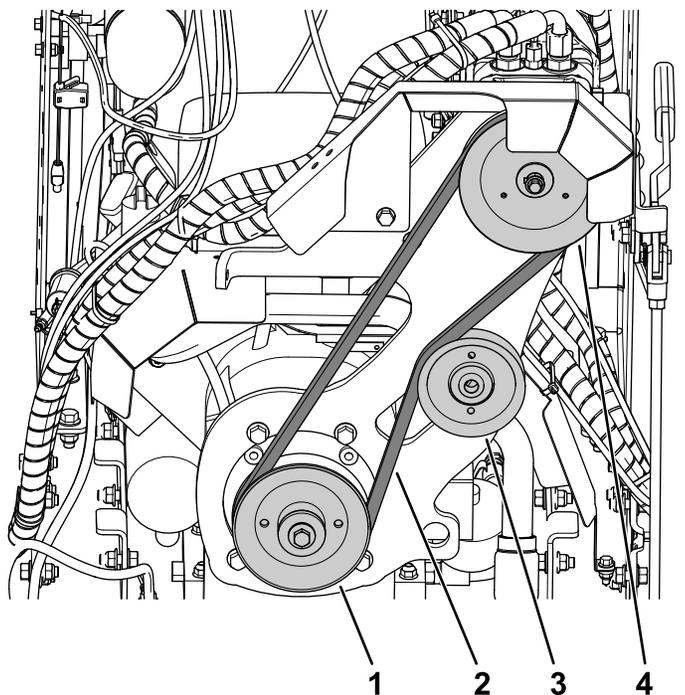

Figure 92
5. Le bras de tension étant écarté du système de poulies, installez la nouvelle courroie en la chaussant d'abord sur la poulie du moteur hydraulique, puis sur la poulie du moteur et la poulie du tendeur (Figure 92).